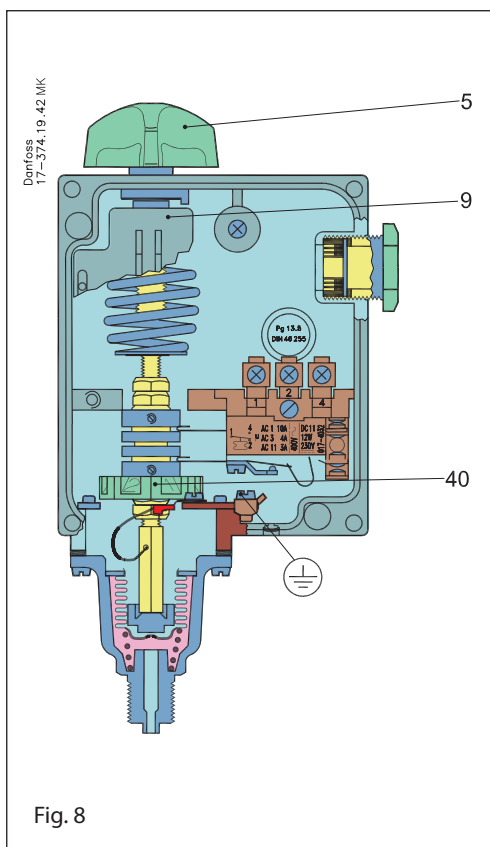
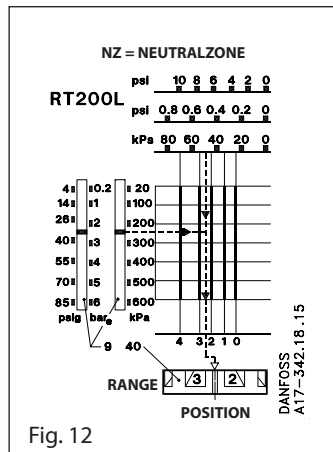
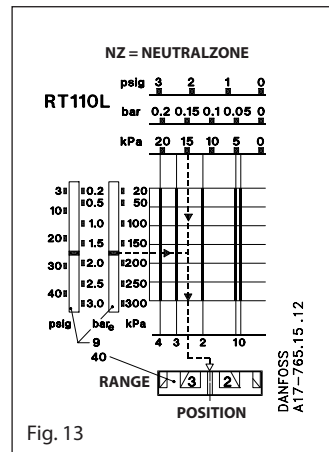

Fig. 8
Fig. 12
Fig. 13
Det interval af den styrede størrelse, hvor reguleringsorganet er i ro (se fig. 13).
Området indstilles med håndknappen (5) fig. 8 under samtidig aflæsning af hovedskalaen (9). Det indstillede tryk er brydetrykket for kontakt 1-4 (se fig. 13).
Den ønskede neutralzone opsøges i diagrammet for det pågældende apparat. På diagrammets nederste skala kan herefter aflæses, hvilken position neutralzonerullen (40) skal indstilles på. Funktionen fremgår af fig. 13.
RT 200L indstilles med håndknappen (5) fig. 8 side 9 på 3,5 bar (35 m vs) minus den faste differens på 0,2 bar.
Neutralzone $35 - 32 = 3$ m vs svarende til 0,3 bar indstilles med neutralzonerullen (40) fig. 8 side 9. Ifølge diagrammet fig. 12 indstilles rullen på godt 1. En nøjagtigere indstilling kan opnås ved at anvende prøvestanden vist i fig. 14.